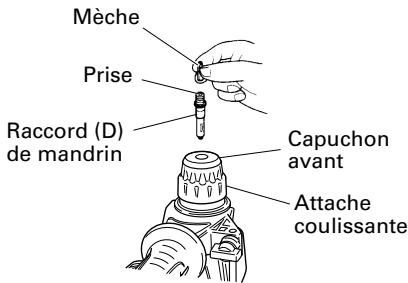

Fig. 11
4. Lors du vissage des vis machine (Fig. 11)
- **Ne pas tenter d'utiliser le marteau rotatif en mode de rotation et de percussion lorsque le mandrin porte-foret (D) et la mèche y sont fixés.**
5. Enfoncement de vis à bois (Fig. 11)